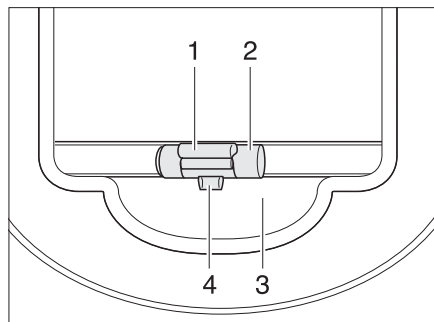

Bild 27 Mörklägningsrullgardin
- Drag ned mörklägningsrullgardinen med handtaget (Bild 27,2) och låt den haka fast.
- Drag ned mörklägningsrullgardinen något med handtaget (Bild 27,2) och tryck låslisten (Bild 27,1) utåt. Låsanordningen (Bild 27,4) släpper fästet (Bild 27,3).